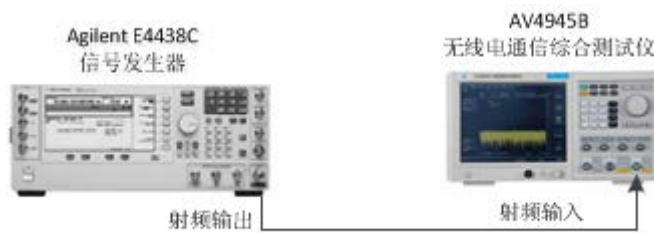

图 4-5 射频接收仪器连接示例图
本节主要介绍 AV4945B/C 无线电通信综合测试仪的射频接收相关操作,在示例中选用了 Agilent E4438C 信号发生器产生射频信号,仪器连接如图 4-5 所示。开机预热 15 分钟后,点击触摸屏上右侧菜单栏的【射频接收】功能选项,将仪器切换到射频接收性能测试模式。
- 1) 如图 4-5 连接仪器；